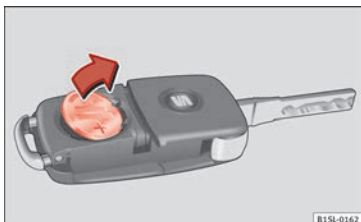

Abb. 43 Fahrzeugschlüssel: Batterie herausnehmen.
- Batterie mit einem geeigneten dünnen Gegenstand aus dem Batteriefach heraushebeln » **Abb. 43**.
- Neue Batterie wie gezeigt ansetzen » **Abb. 43** und entgegen der Pfeilrichtung in das Batteriefach drücken » **!**.